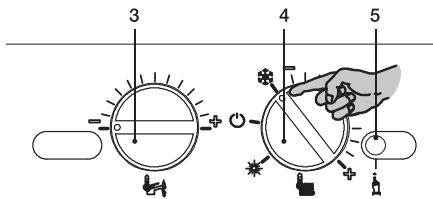

Рисунок 6.3
- Поверните переключатель функций 4 так, как показано на рисунке (см. Рисунок 6.3): котел перейдет в режим «ожидания зимы» и на ЖК-дисплее отобразятся следующие символы (см. Рисунок 6.4).